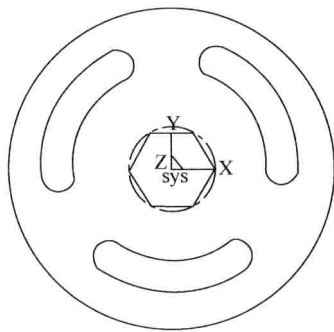

图 1-18 曲线阵列
⑧ 单击“阵列”按钮 ，选择“圆形”、“均布”、“份数”为“3”、“轨迹坐标系不变换”，拾取要阵列的元素右击，输入要阵列的中心点后，单击，获得如图1-18所示的图形。